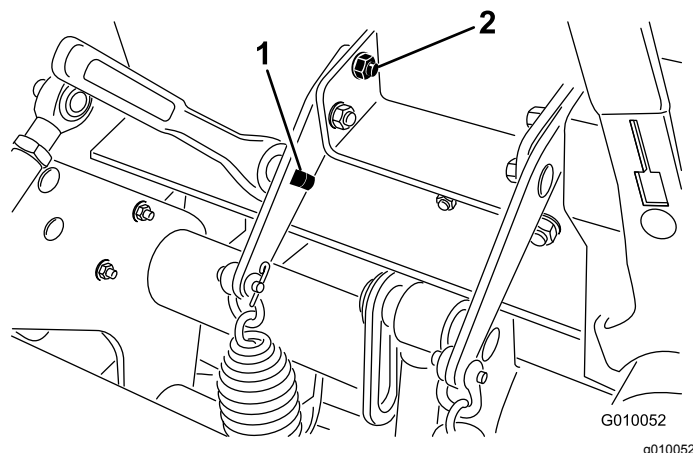

Figura 38
3. Inserite un cricchetto di ½" o una barra idonea nel foro quadrato della foglia della molla a balestra (Figura 38).